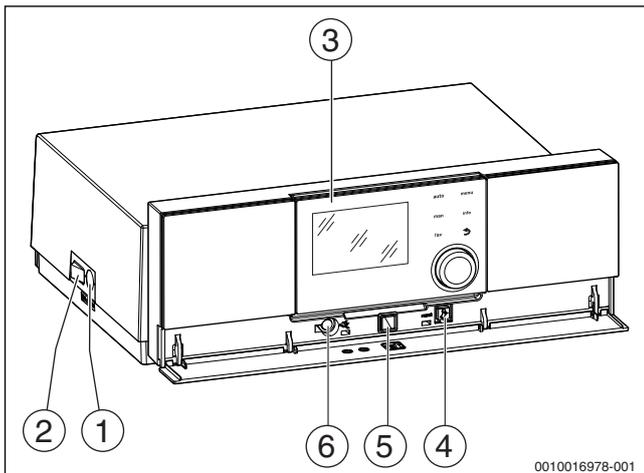
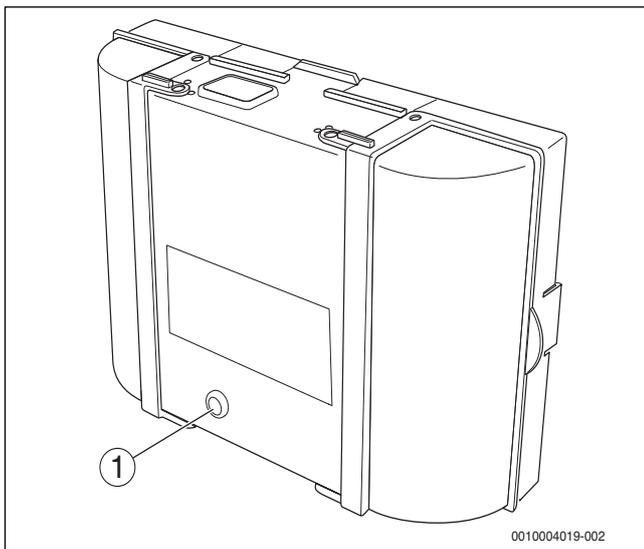

Bild 21 Regelgerät mit Bedieneinheit
Bild 22 Taste reset am Feuerungsautomat
- ▶ Zum Entriegeln Taste reset am Regelgerät (→ Bild 21) oder am Feuerungsautomat (→ Bild 22) drücken.
- ▶ Heizungsanlage am Hauptschalter (→Bild 21) einschalten. Das Display leuchtet und zeigt nach kurzer Zeit die Kesseltemperatur an.